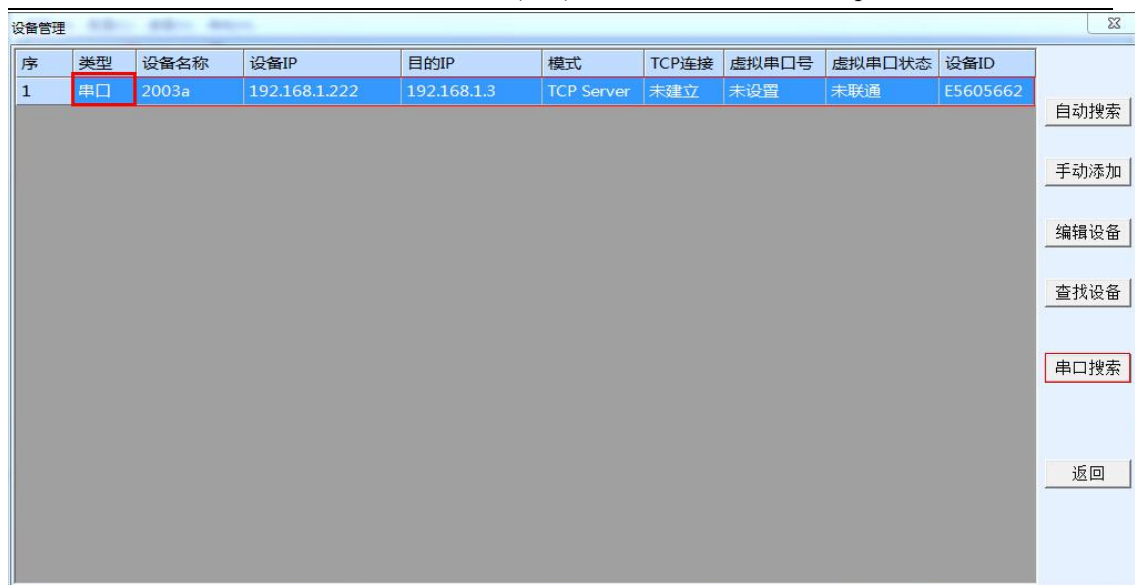

图 8 串口搜索设备
- 1.2 不具有光电转化器，将 9153 的 RS232 接口连接到计算机串口或者 USB 转 RS232 接口。如图 8 所示，点击“串口搜索”，在弹出的对话框中选择串口号，无需选择波特率，然后点击确定。ZLVircom 通过串口搜索 9153，找到之后会在设备列表中列出这个设备，类型为“串口”。然后点击“设备编辑”进入设备参数的配置。